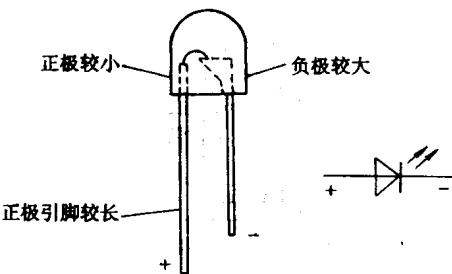

图 2-3
(3) VD1、VD2 可选用直径 3mm 或 5mm 的高亮度发光二极管，一个为红色，另一个为绿色。使用时，需注意区分发光二极管的正、负极，透过透明管体可看到里面的管芯，其正极较小、引脚较长；负极较大、引脚较短(见图 2-3)。